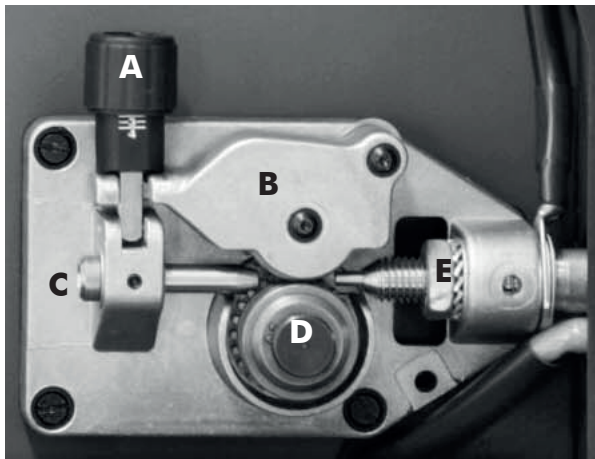

Figura 5
- Aflojar y bajar la empuñadura de material plástico (A) y soltar la palanca aprieta-alambre (B) (Figura 5). Sacar los posibles residuos de alambres del flexible guía-alambre (E).
- Soltar el alambre del carrete y mantenerlo agarrado con un par de pinzas con el fin que no pueda desenrollarse. Si necesario, enderezarlo antes de introducirlo en la guía de entrada (C) del alambre. Introducir el alambre haciéndolo pasar sobre el rodillo inferior (D) y por el flexible guía-alambre (E).